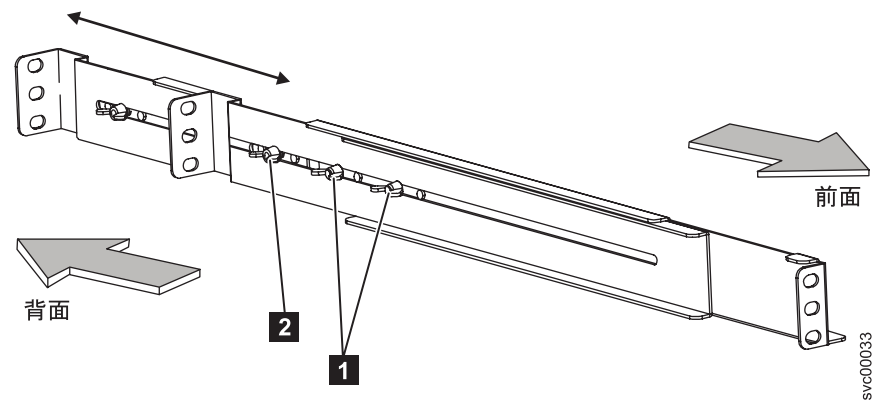

図 316. 2145 UPS-1U でのレールの縦の長さの調整
4. 両方のレール・アセンブリーのアセンブリー・ウィング・ナット (図 316 の **1**) を緩め、ラックの縦の長さに合わせてレール・サイズを調整します。縦の長さを調整した後、アセンブリー・ウィング・ナットを、まだ多少の移動は可能な状態にして、できるだけ締め付けます。